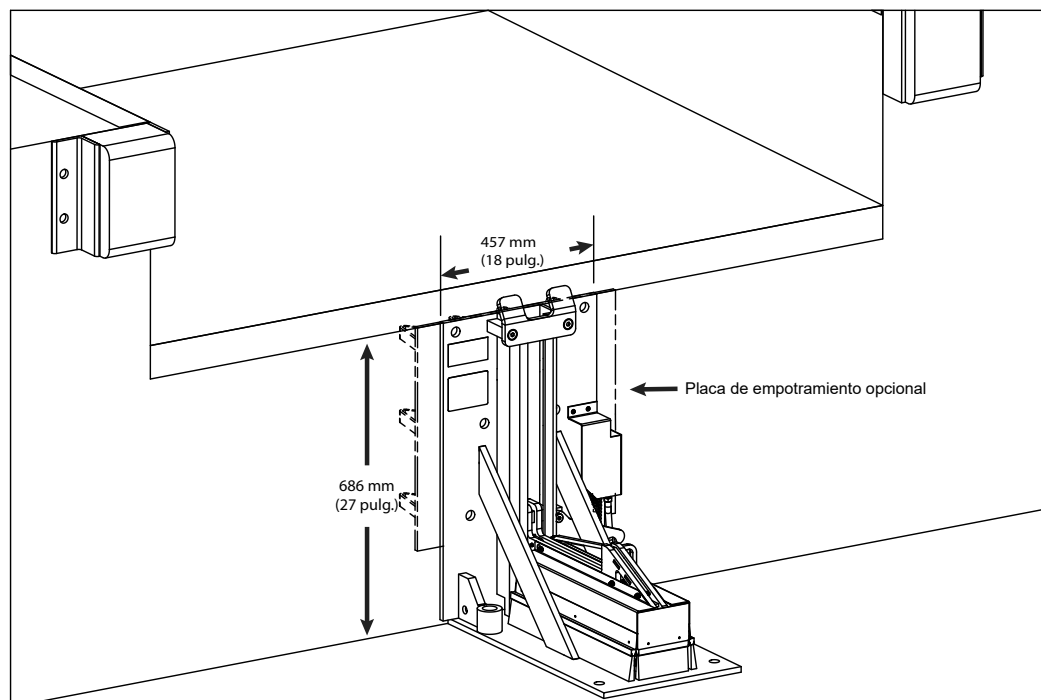

Figura 7
Si hay una placa de empotramiento opcional, suelde tres lados de la placa trasera del Stop-Tite a la placa de montaje empotrada con diez (10) soldaduras de filete de 6.4 mm (1/4 pulg.) de 102 mm (4 pulg.). Consulte la Figura 7.